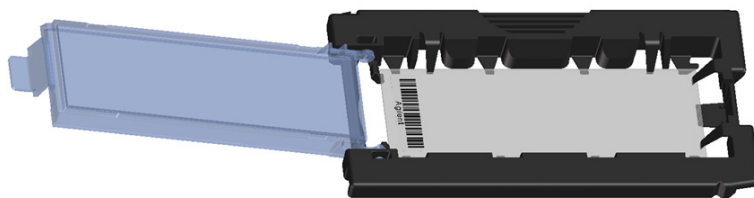

Figure 40 Diapositive insérée dans le porte-diapositive
- d Abaissez doucement la diapositive dans le porte-diapositive. Voir la section Figure 40.